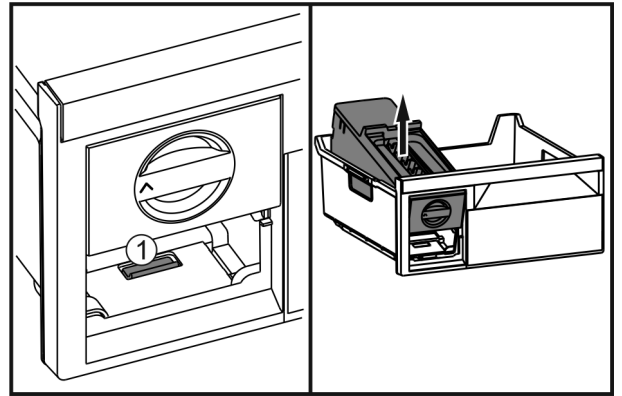

Fig. 37
- ▶ Appuyer sur la languette Fig. 37 (1), soulever l'EasyTwist-Ice depuis l'arrière et le faire sortir du tiroir de congélation.